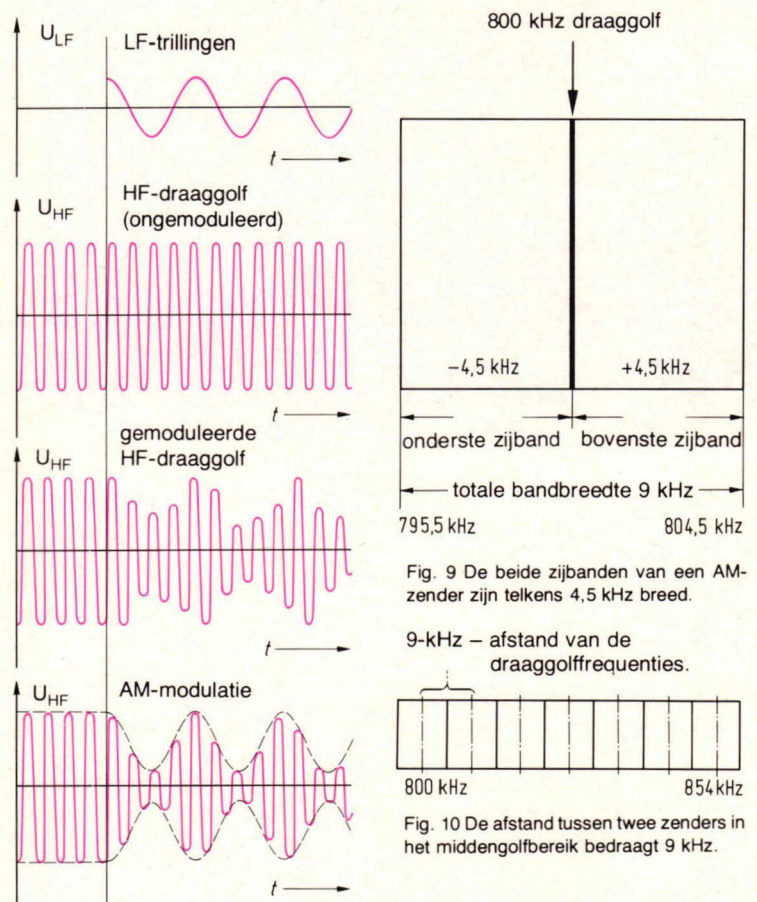
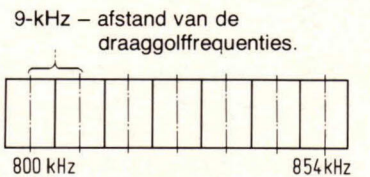

Fig. 9 De beide zijbanden van een AM-zender zijn telkens 4,5 kHz breed.
Fig. 10 De afstand tussen twee zenders in het middengolfbereik bedraagt 9 kHz.
De in elektrische trillingen omgezette geluidsgolven (LF) beïnvloeden de in de zender opgewekte draaggolf (HF). Daarbij drukt de laagfrequente trilling zich in het ritme van de spraak of de muziek op de hoogfrequente trilling van de draaggolf (fig. 8). De draaggolf van een middengolfzender ligt bijvoorbeeld bij 800 kHz. Wanneer we de wijzer van de afstemschaal vanaf de preciese afstemming op de zender een beetje naar links of rechts draaien, dan horen we de zender nog wel, maar de hoge tonen worden beoordeeld. In de z.g. zijbanden worden dus de hoge LF-trillingen uitgestraald, in het midden, rond 800 kHz liggen de lage LF-trillingen (fig. 9). Eigenlijk is, zoals we in fig. 9 zien het onderste of het bovenste deel van de band, één van de twee zijbanden, voldoende voor de overdracht van het LF-deel. Maar bij zenders en ontvangers is modulatie en demodulatie nu eenmaal vastgelegd. Enkelzijband modulatie wordt tot nu toe alleen maar door radiozendamateurs en commerciële diensten toegepast. Bij een hoge fluittoon, van 8000 Hz bijvoorbeeld, wordt de frequentie van de zender naar twee kanten 8000 Hz breder. Maar daarmee maakt de zender op zo'n grote frequentie breedte aanspraak, dat de internationaal vastgestelde norm wordt overschreden. Voor het lange- en middengolfbereik, mogen de zijbanden maar $\pm 4,5$ kHz bedragen. (kortegolf slechts $\pm 2,5$ kHz). Deze willekeurige maar afgesproken beperking gaat natuurlijk ten koste van de geluidskwaliteit. Maar door het zendergedrang was er geen andere keuze. Bij een onderlinge zenderafstand van 9 kHz op de middengolf (deels ook 8 kHz) krijgen we in het frequentiebereik van 525 kHz tot 1605 kHz in totaal voor 121 kanalen plaats (fig. 10).